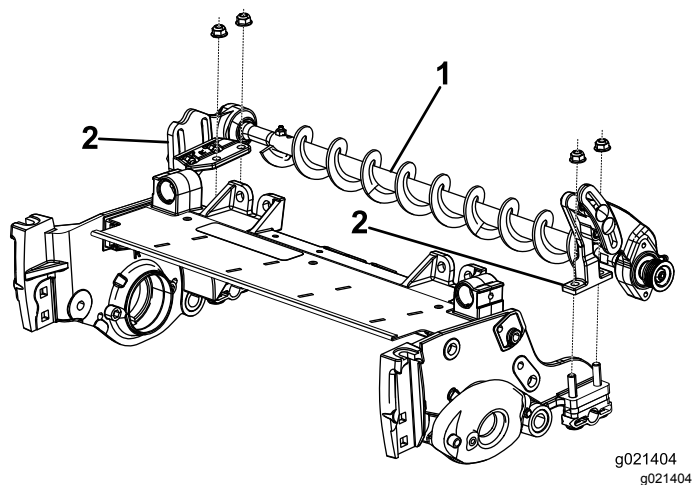

Figura 13
18. Posizionate le staffe di montaggio del gruppo spazzola per rullo di sinistra o destra sui bulloni della staffa del rullo (Figura 13).